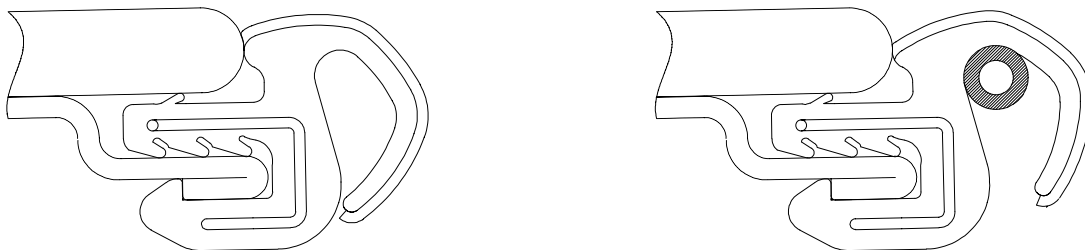

Рисунок 12
1. Хорошо отрегулируйте панель (1) по отношению к накладному профилю (36).
4. В намеченных зонах в резиновое уплотнение вставляется прокладка. (Рисунок 12). На прокладку используйте виниловую трубку внешним диаметром 3 мм (0,12 дюйма).